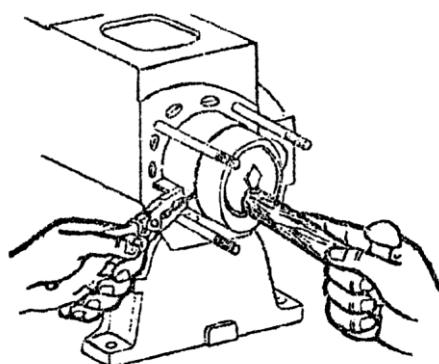

рис. 7
- При установке соединительной тяги поршня на блок цилиндра убедитесь, что смазочное отверстие на меньшей стороне соединительной тяги смотрит вверх. Кольцо из листовой стали может использоваться, чтобы надеть поршневые кольца и вставить поршень в гильзу цилиндра при помощи деревянной палочки (Рис. 7)